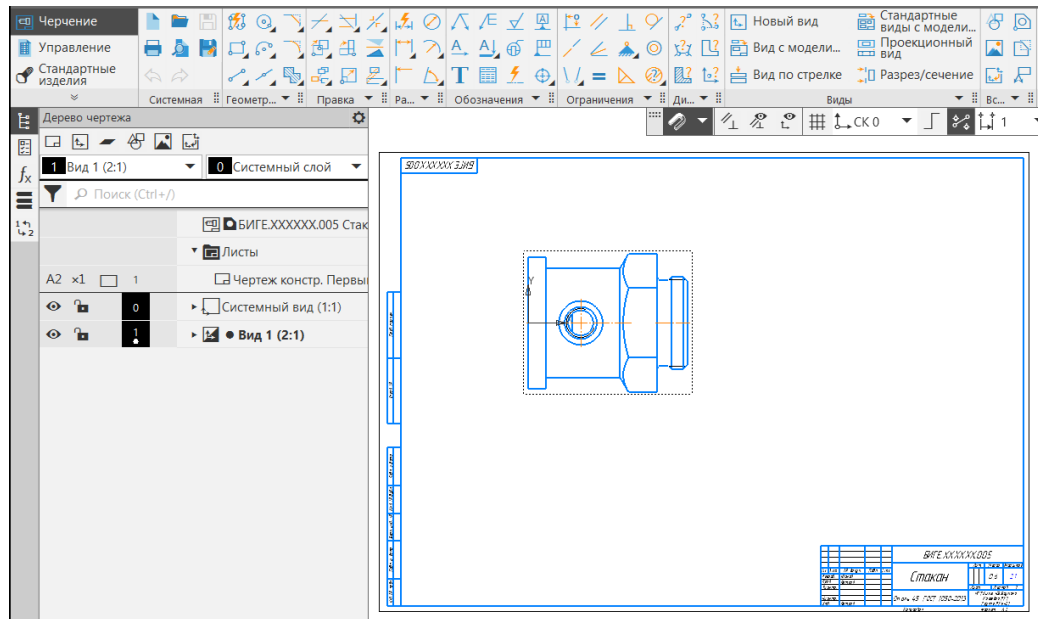

Рис. 21 Создание чертежа
- **Твердотельное моделирование – Чертеж – Создать чертеж по модели** (рис. 21). По умолчанию открывается формат А4 с основной надписью по ГОСТ 2.104–2006, форма 1. Выбирать формат А2, горизонтальный. Масштаб изображений 2:1. Изображения на чертеже: фронтальный разрез, совмещенный с видом Спереди, профильный разрез, выносной элемент на проточку.